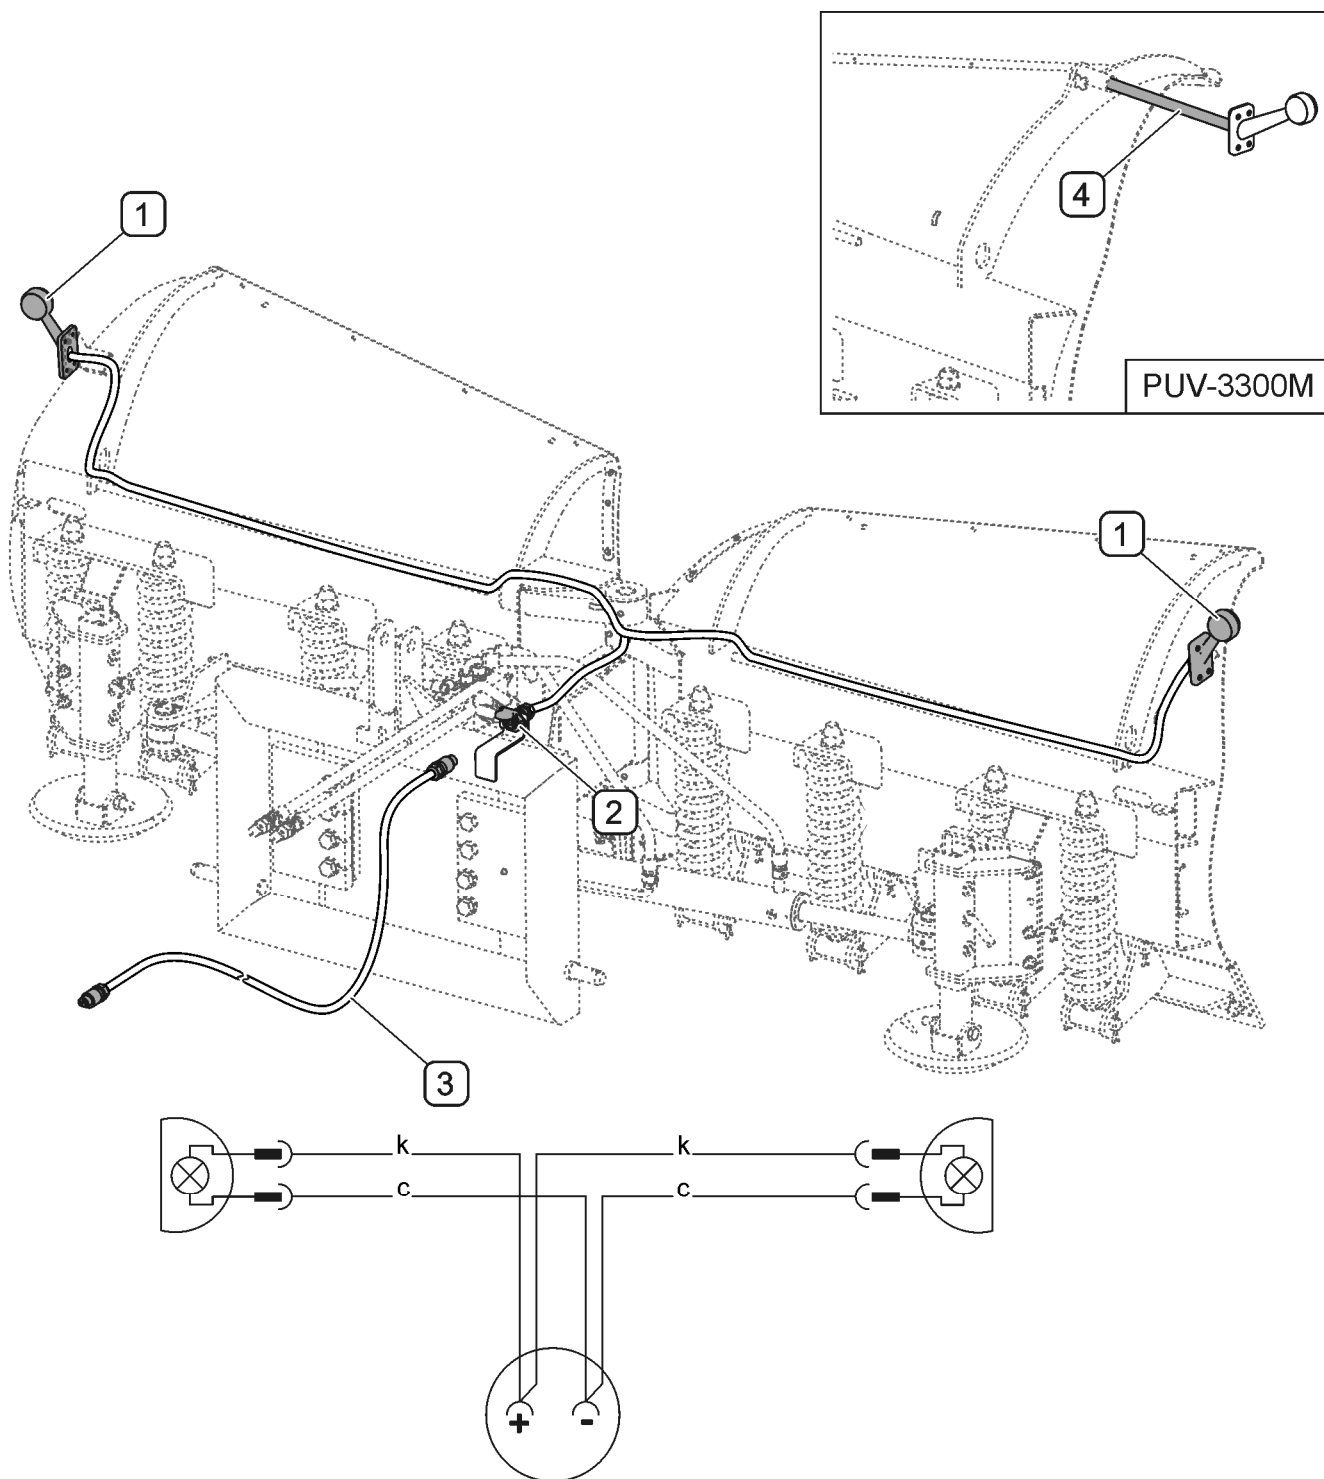

РИСУНОК 3.6 Устройство электрической бортовой сети выносных габаритных
(1) - выносные габаритные огни; (2) - 3-пиновое гнездо; (3) - соединительный провод; (4) - регулируемый кронштейн габаритных огней (только PUV-3300M)
Электрическая система (РИСУНОК 3.6) служит для питания выносных габаритных огней (1) на снегоотвале и запитывается с помощью соединительного провода (3) от 3-пинового или 7-пинового гнезда на базовом транспортном средстве (в зависимости от версии комплектации машины).